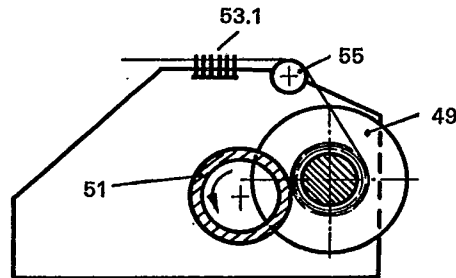

FIGURE 7 / ФИГУРА 7
33.3.1 beam warping machine with indirect drive (see figure 7): Machine with surface-driven beam.
ourdissoir classique avec entraînement indirect (voir figure 7): Machine avec entraînement tangentiel de l'ensouple par contact.